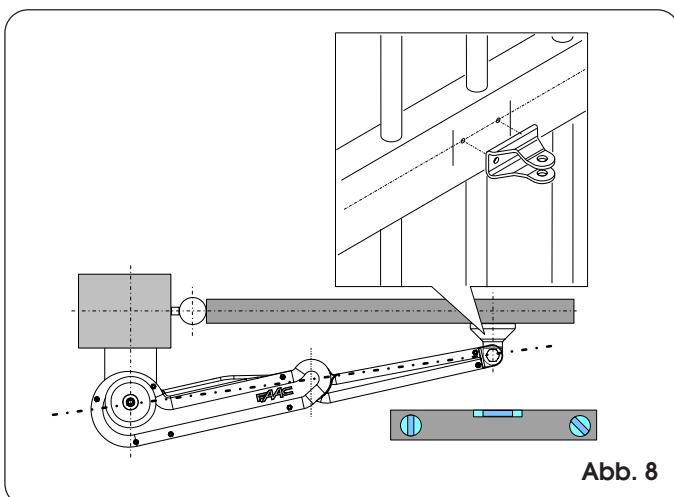

Abb. 8
- Die vordere Befestigung vorläufig mit den 3 ausgerichteten Drehpunkten am vollständig ausgefahrenen Antrieb befestigen (Abb. 8). Die Befestigung am Flügel anlegen und die Befestigungsstellen anzeichnen. Die perfekte horizontale Ausrichtung des Antriebs und der Befestigung prüfen.
Den Antrieb laut Angaben in Abb. 11 wieder verriegeln und dabei sicherstellen, dass die drei Drehpunkte ordnungsgemäß ausgerichtet sind (siehe Abb. 8).